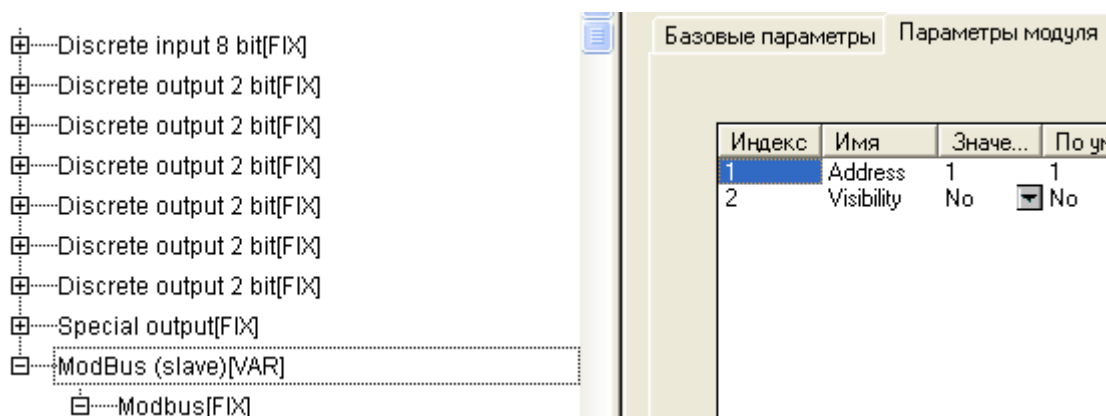

Рис.1 Настройка адреса ПЛК в режиме Slave
2. **В среде программирования Codesys2.3**, перейти в область PLC_Configuration (Конфигурация_ПЛК) и добавить там модуль Modbus (Slave) (рис.1).
- Задать адрес в сети Modbus для ПЛК, параметр «Address» модуля «Modbus(slave)» вкладка «Module parameters» (рис.1) .